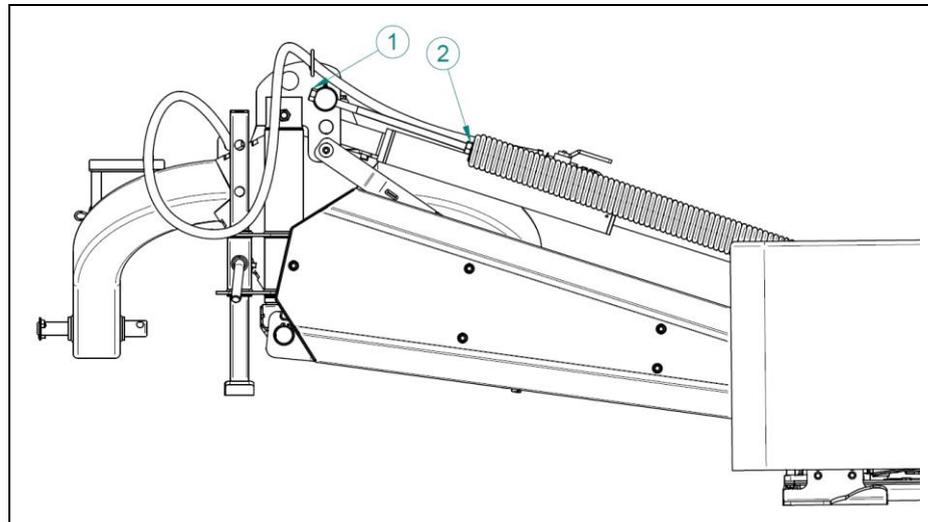

Abb. 14 Einstellung der Entspannungsfeder
Der Mäher besitzt die Möglichkeit den Bodendruck zu regulieren. Der Druck wird mit Hilfe der Spannung der Aufhängungsfeder (1) Abb. 14 reguliert. Der Druck sollte mit Hilfe der Regelung (1) eingestellt und vor dem Lösen mit Kontermutter (2), unter Berücksichtigung des Untergrunds auf dem der Mäher eingesetzt wird, gesichert werden.